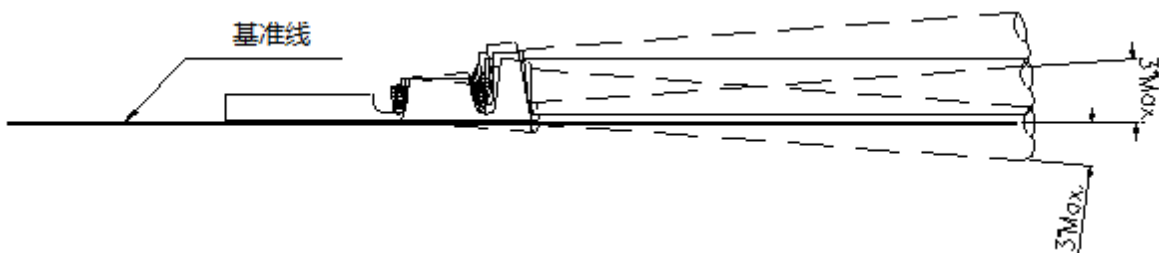

图 3
(1) 压接后的端子包括余料和毛刺的上下不能变曲变形超过图 3 所示的弯曲量